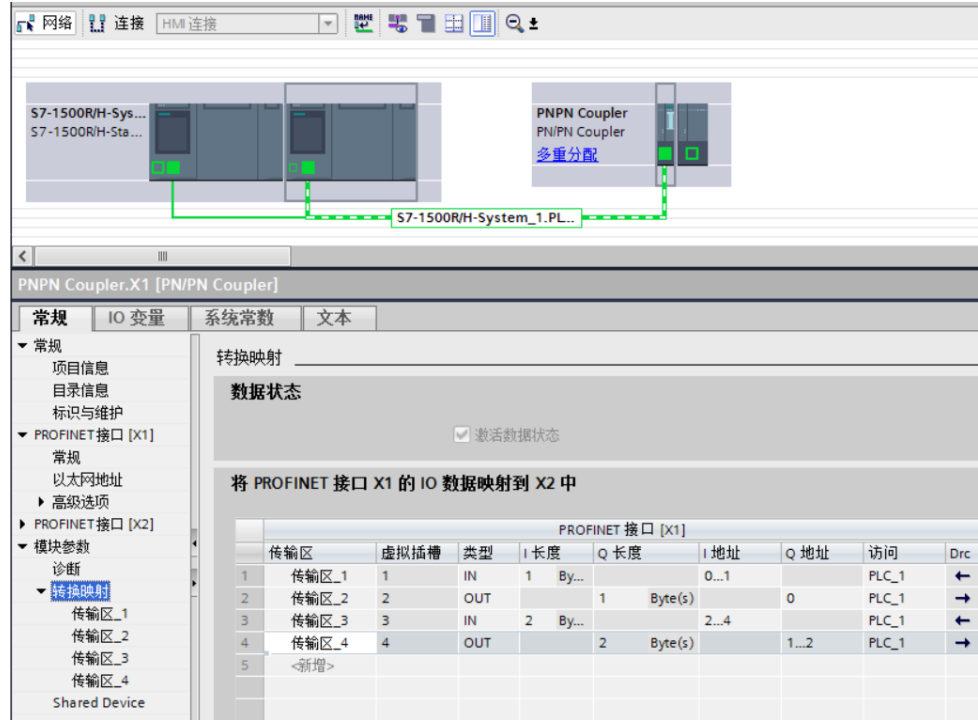

图 2-8 创建传输区
6) 网络配置完成后，进入“模块参数/转换映射”在 X1 侧创建传输区，如图 2-8。在 X2 侧自动生成对应传输区，但是由于没有分配 CPU, 所以没有相应的地址。